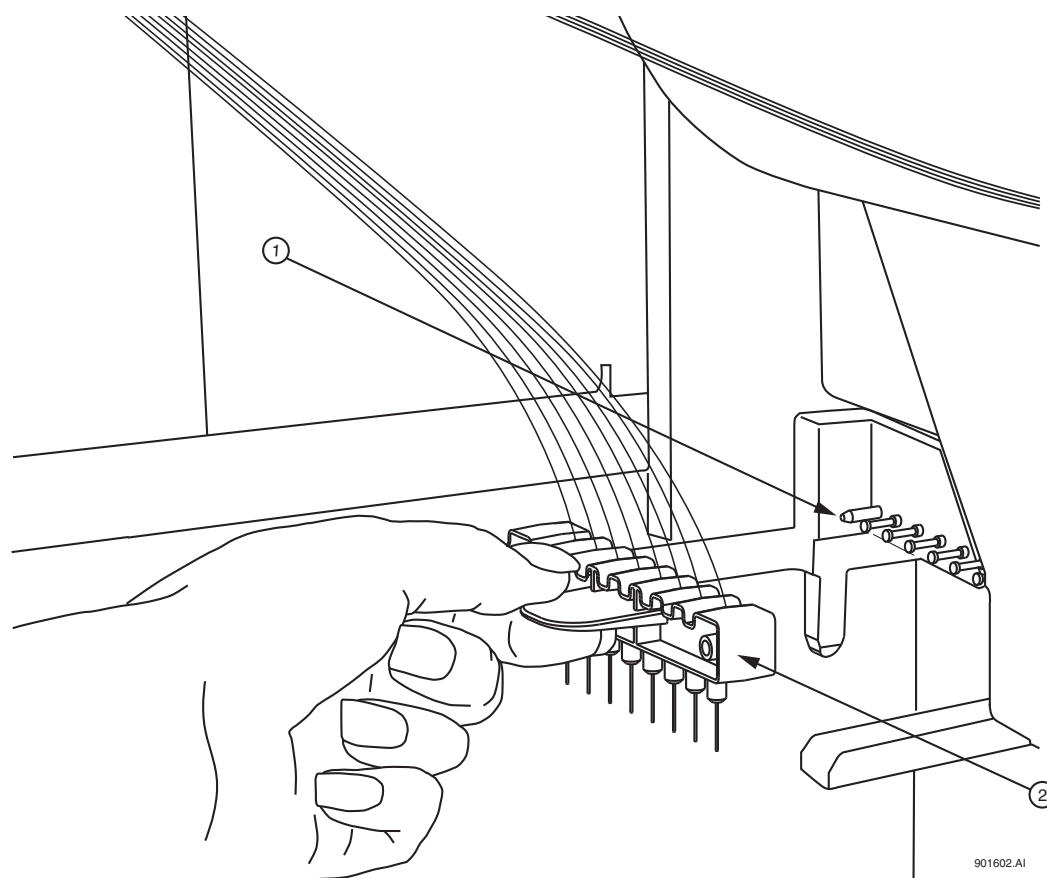

图 9.35 拆卸 / 更换电极块
12. 握住电极块卡，电极块（图 9.35）与导向块销子对齐，轻轻地将它推入，直到遇到阻力。（阻力来自于加载的弹簧接触。）
13. 当安装毛细管阵列时，小心将毛细管穿过通风装置中的孔（图 9.33），并直接穿过导向块销（图 9.35）。